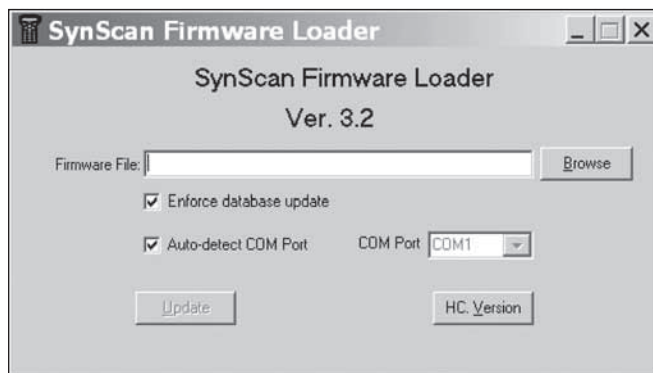

Figure 4. Fenêtre d'application pour charger le firmware SynScan.
3. Sur l'ordinateur, lancez le fichier SynScanFirmwareLoader.exe. Une fenêtre d'application est représentée dans la **figure 4**.